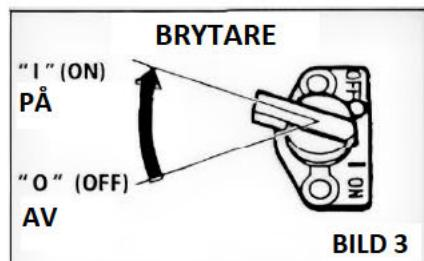

BILD 3
- Vrid brytaren medurs till läge "I" (ON) (bild 3).